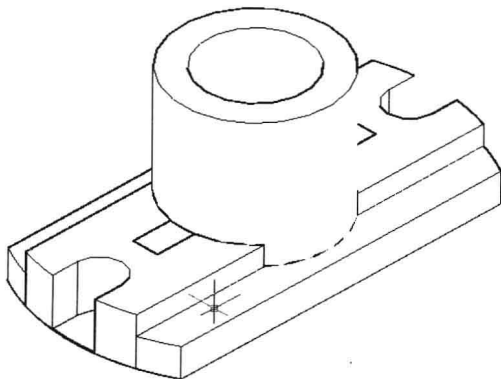

图 11-2-9
(10) 同样的方法,使用“按住并拖动”按钮,在两端的封闭平面内单击,向上拉伸,输入高度为12,按Enter键,创建三维实体。
(11) 在“视图”面板中,单击“视觉样式”名称,在弹出的列表中选择“三维隐藏”,可以更清楚的看到三维效果,如图11-2-9所示。在“视图”面板中,单击“视觉样式”名称,在弹出的列表中选择“二维线框”,恢复二维线框视觉样式。